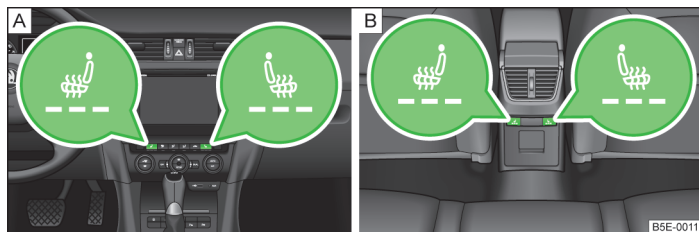

Fig. 51 Chauffage : Sièges avant/sièges arrière
- Appuyez sur la touche de symbole ou » fig. 51.
Un seul appui règle le chauffage à l'intensité maximale (niveau 3), ce qui est indiqué par trois voyants allumés en dessous de la touche » fig. 51 - **A** ou dans la touche » fig. 51 - **B**.